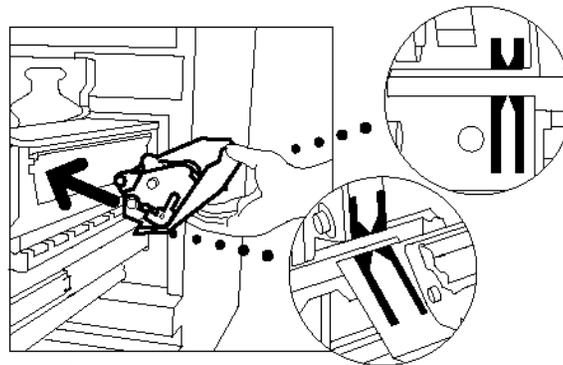

Abb. 46: Neuen Reinigungsfilz einsetzen
- 8 Die vorderen und hinteren Pfeile auf dem neuen Reinigungsfilz an den Pfeilen auf der rechten Seite der Fixieranlage ausrichten (s. Abb. 46).